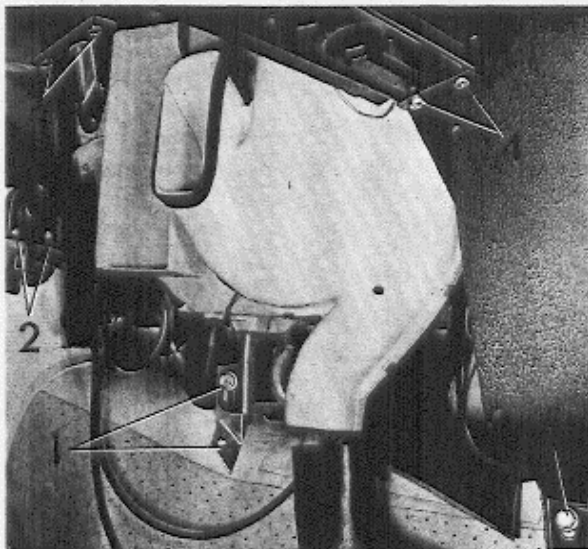
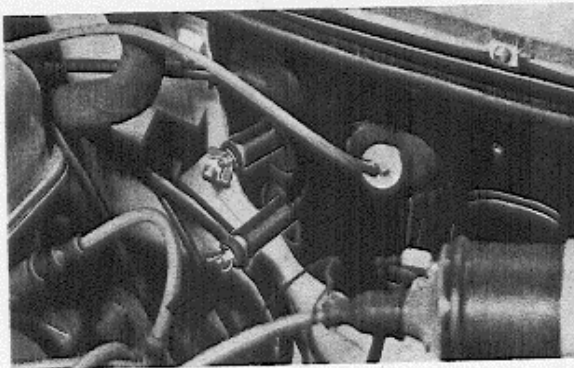

Abb. 8-18 Zentraleinheit, linke Seite
Abb. 8-26 Anbringung von Expansionsstopfen in offenen Heizleitungsrohren
3. Befestigungsschrauben (4 und 5, Abb. 8-18) für die Stützen der Schalttafel hinter der Mittelkonsole lösen und die Tafel auf dem Getriebetunnel so weit zurückziehen, wie es die el. Leitungen zulassen.
3. Heizschläuche von den Verbindungsrohrstutzen in der Spritzwand abziehen und die Rohröffnungen mit Stopfen abdichten (Abb. 8-26).
- (4). Schläuche zum Klimator von den Befestigungsschellen abklemmen und den Kältemittelentfeuchter von seiner Konsole abschrauben. Den Entfeuchter so nahe der Spritzwand ablegen, wie es der Schlauch zwischen Kondensator und Entfeuchter zuläßt.
8. Verbindungsrohrstutzen (2, Abb. 8-18) für die Heizschläuche aus der Spritzwand lösen.